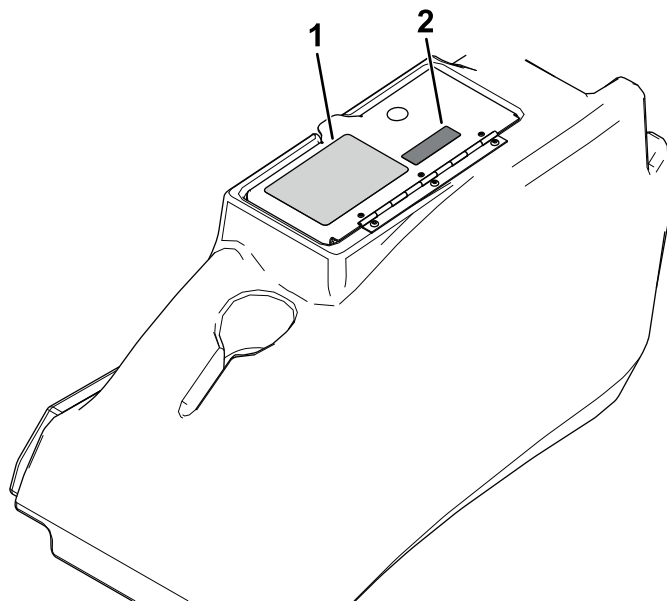

Figura 11
17. Instale la pegatina del sensor de pendientes junto a la pegatina de estabilidad de la máquina en la tapa del compartimento de almacenamiento (Figura 11).